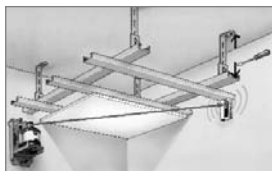

Bild 3
- Für häufige Deckenarbeiten eignet sich die höhenverstellbare Wandhalterung (Art.Nr.: 080.70, Bild 3).